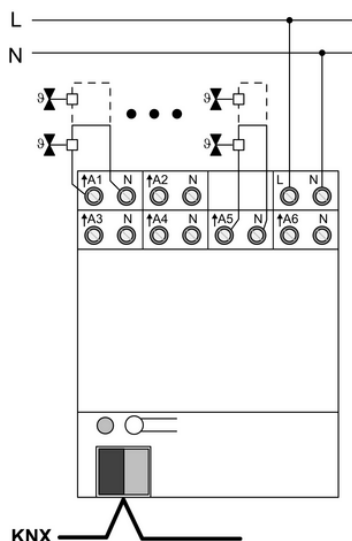

Figura 2
- Collegare le uscite come da schema di collegamento (figura 2).
- Collegare la tensione di rete (figura 2).